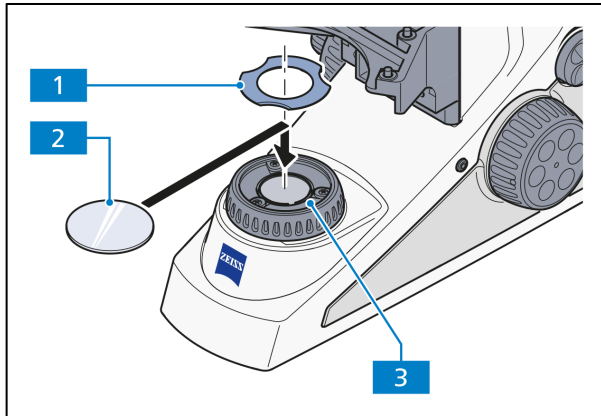

Abb. 2-16 Filteraufnahme auf Leuchtfeldblenden-Bedienring für Filter $d = 32 \times 4$ mm
- Den Filter (Abb. 2-16/2) auf den Leuchtfeldblenden-Bedienring (Abb. 2-16/3) auflegen.
- Zum Fixieren des Filters die Filterklemme (Abb. 2-16/1) auf den Leuchtfeldblenden-Bedienring aufsetzen.